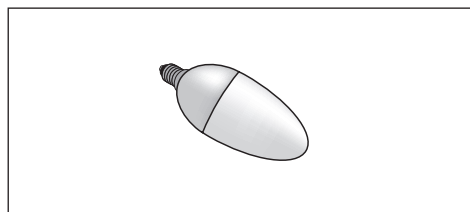

Fig.6
- **Auswechseln der LED-Lampen (Abb.6):**